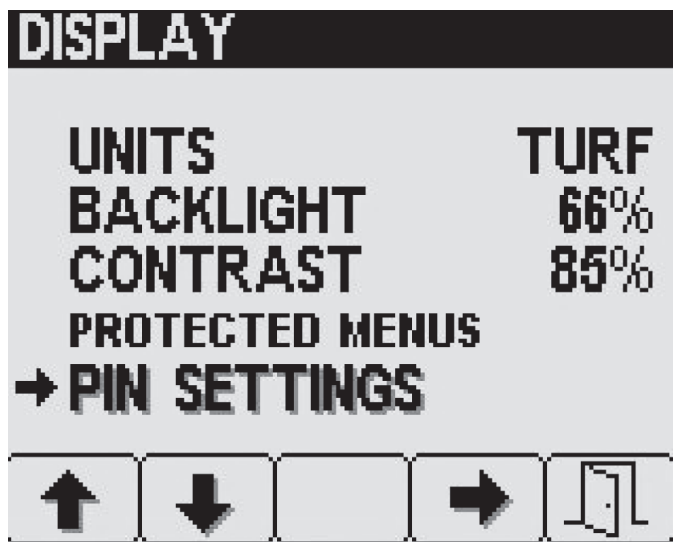

Figura 23
2. Premete il pulsante 4 per selezionare il sottomenu IMPOSTAZIONI PIN (Figura 23).
1. Premete il pulsante 1 o 2 sulla schermata DISPLAY per navigare fino all'opzione IMPOSTAZIONI PIN (Figura 23).